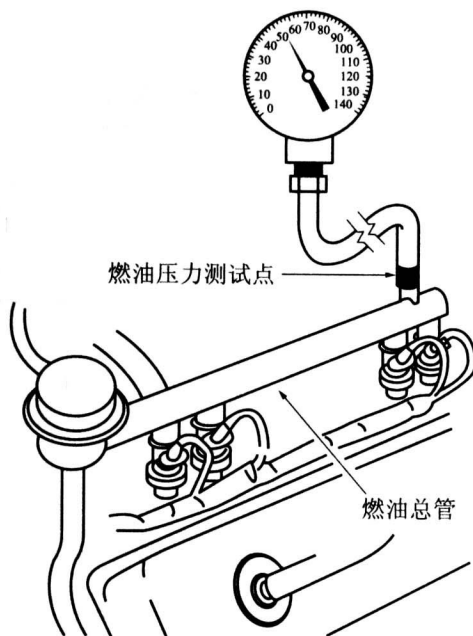

图 1-2 检测燃油压力
1) 安装燃油压力表检查燃油压力（见图 1-2）。大众系列轿车，标准油压为 280 ~ 300 kPa，
① 1 公里 = 1 000 米。